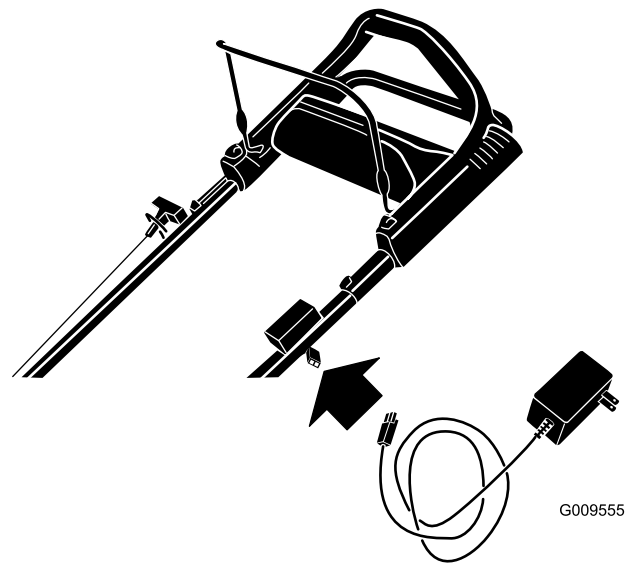

Bild 26
1. Schließen Sie das Ladegerät an den Kabelbaum an, der sich unter dem Zündschloss befindet (Bild 26).